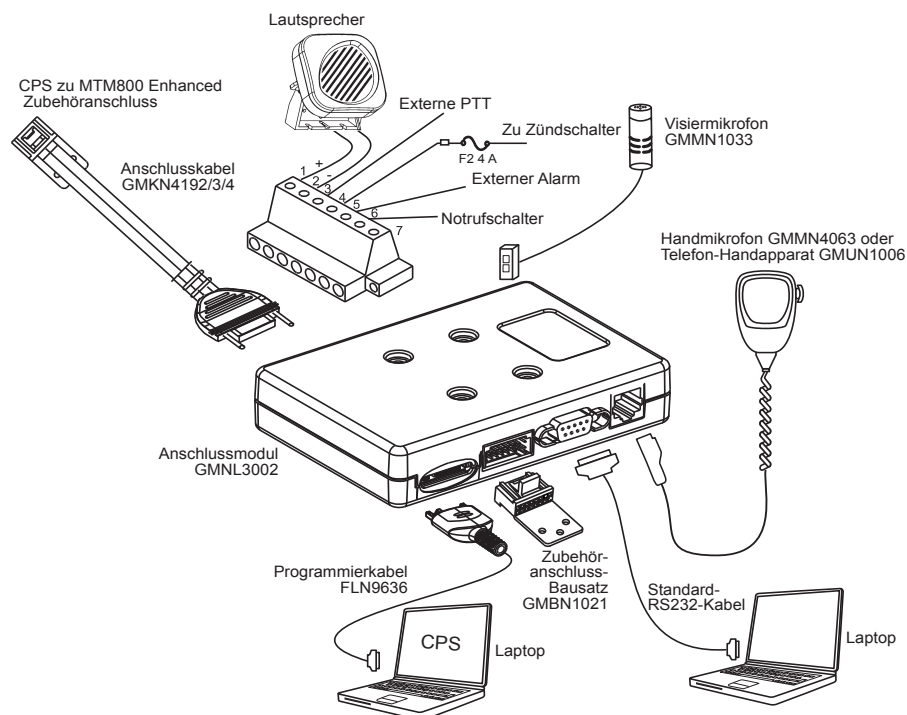

Abbildung 23 Remote-Montage mit Anschlussmodul
3. Alle anderen Geräte sind wie in Abbildung 23 gezeigt anzuschließen.